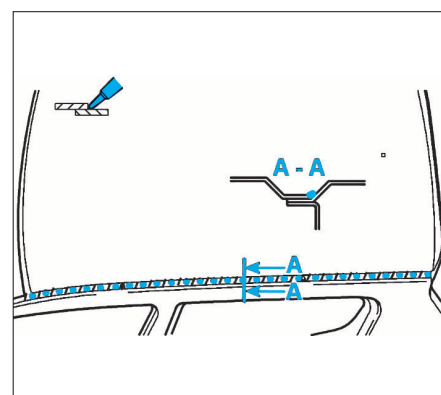

FIG. 166
- Appliquer un cordon d'étanchéité (Fig.166).